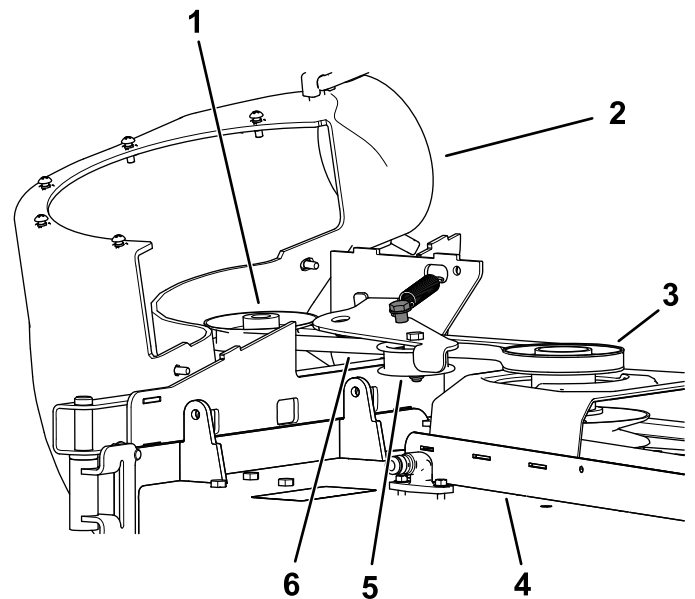

Bild 34
2. Ziehen Sie an der gefederten Spannscheibe, um die Riemenspannung zu lösen (Bild 34).
6. Legen Sie den neuen Riemen um die Riemenscheiben des Gebläses (Bild 34).
8. Legen Sie den neuen Riemen um die Mähwerkriemenscheibe (Bild 34).
9. Ziehen Sie die gefederte Spannscheibe zurück und verlegen den Riemen auf der gefederten Spannscheibe (Bild 34).